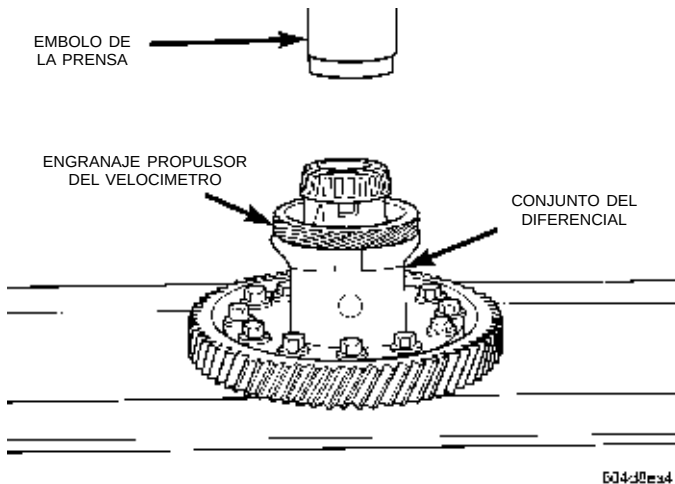

Fig. 107 Engranaje propulsor presionado en el diferencial
(2) Utilizando la herramienta Miller N° L-4440 y un taco de acero, presione el engranaje propulsor del velocímetro en el diferencial (Fig. 106) (Fig. 107). No emplee un martillo.